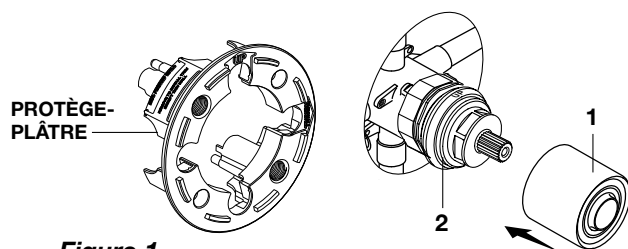

Figure 1.
☒ **Figure 1.** Retirez le protège-plâtre de la valve. Enfoncez le CAPUCHON (1) sur la CARTOUCHE (2) jusqu'à ce qu'il soit bien assis contre l'arrêt.